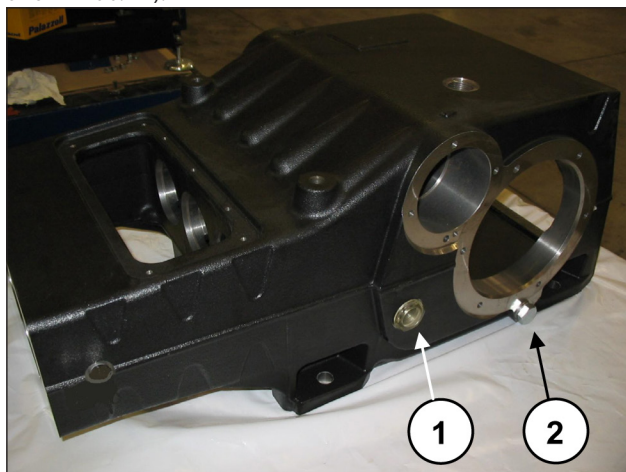

Abb. 47
Montieren Sie die beiden Ölstand-Schaugläser, die zwei Ölablassverschlüsse und den 90° Steckanschluss (Pos. ①, ② und ③ Abb. 47).